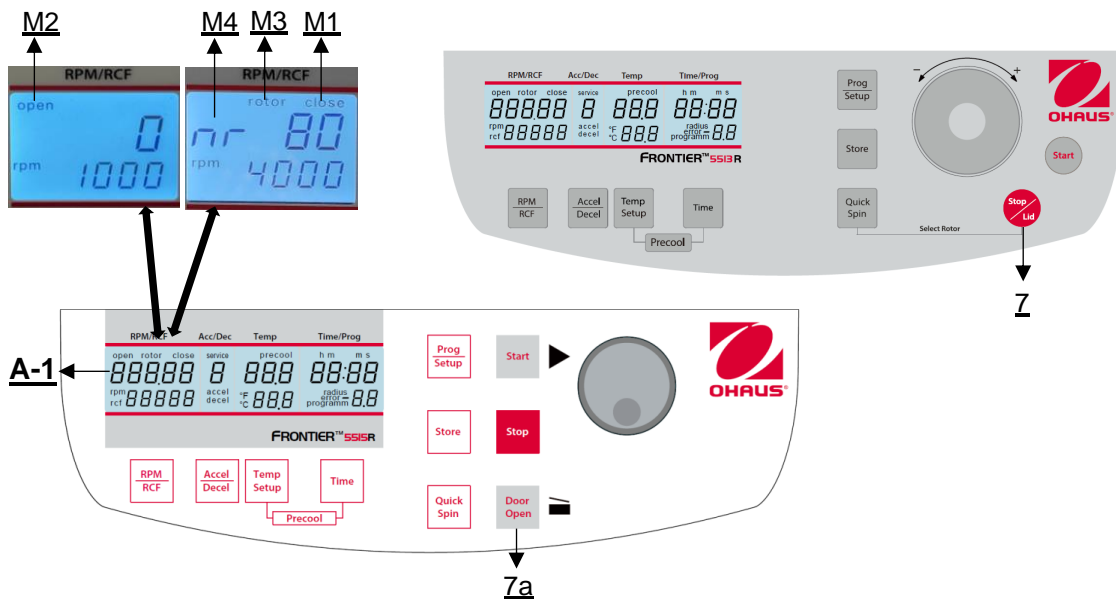

Abbildung 11
Nach dem Lauf, wenn der Zentrifugendeckel geschlossen bleibt, erscheint in der Anzeige **"RPM | RCF"** (A-1) weiterhin das Wort **"close"** (M1). Gleichzeitig wird die aktuelle Rotor-ID, z.B. **"nr 80"**, im Display (M4) angezeigt. Sobald der Deckel durch Drücken der Taste **"Door Open"** (7a) oder **"Stop | Lid"** (7) oder freigegeben wird, erscheint das Wort **"open"** (M2). Nun können Sie den Deckel der Zentrifuge öffnen. Siehe **Abbildung 11** unten als Referenz.
Siehe **Abbildung 11** als Referenz.